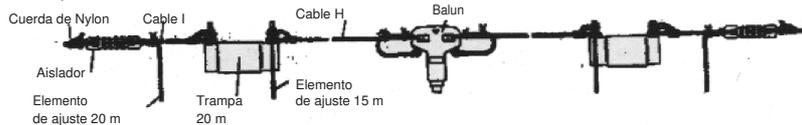

Fig. 1
- 1 Haga un lazo a través del balun, utilizando unos 20cm de cable (fig. 1) y ponga un elemento de sujeción de cable a unos 7cm. La W-8010 tiene instalado dos elementos de cable por lado.